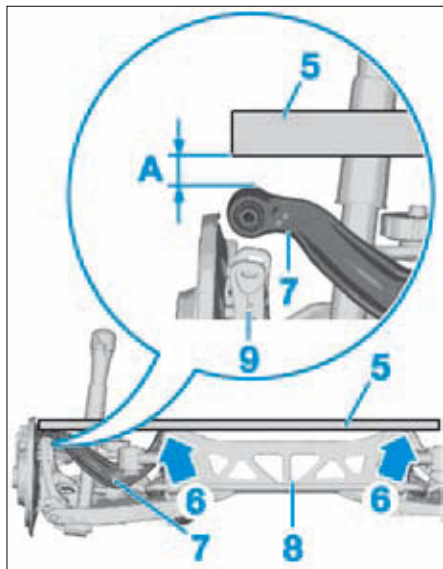

FIG. 36
- Placer une règle (5) sur le train arrière en (6) (Fig.36).
- Mesurer la cote (A) et serrer le bras supérieur (7) dans cette position sur la traverse de train arrière (8).
- Effectuer un pré-serrage du bras (7) sur le porte-moyeu (9) après avoir positionné l'excentrique au repère préalablement effectué.
- Lorsque le train arrière est remonté, desserrer le bras sur le porte-moyeu (9).